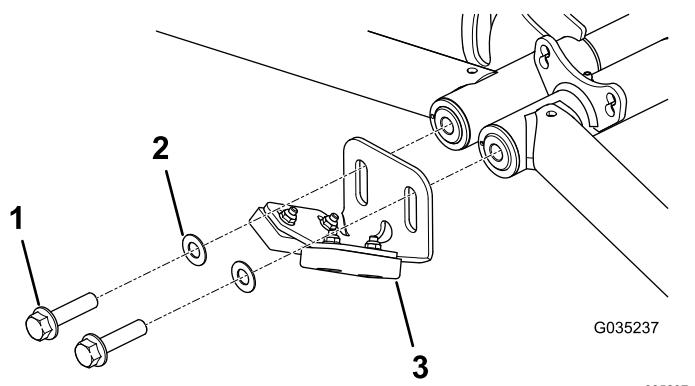

図 22
4. 図 22 に示すように前バンパーアセンブリとワッシャを仮止めする。